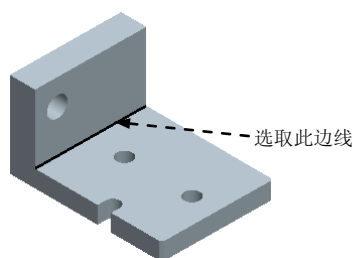

图 5.8.6 定义引线起始位置
Step5. 在系统 $\rightarrow$ 使用鼠标左键(+CTRL)选取一个或多个附加参照,然后单击鼠标中键放置符号的提示下,在模型中选取图 5.8.6 所示的拐角边线,以指定引线的起点位置,然后在合适的位置单击中键,放置符号。